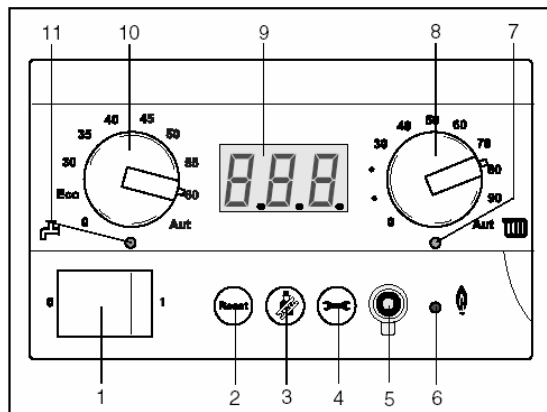

fig.17 BC10
På BC 10 finns följande inställningsfunktioner (fig.17):
Strömbrytare (fig.17, pos.1)
Återställningsknapp (reset) (fig.17, pos.2)
Sotareknapp (fig.17, pos. 3)
Serviceknapp (fig.17, pos. 4)
Diagnosanslutning (fig. 17, pos.5)
Lysdiod "Panna i drift" (fig.17, pos.6)